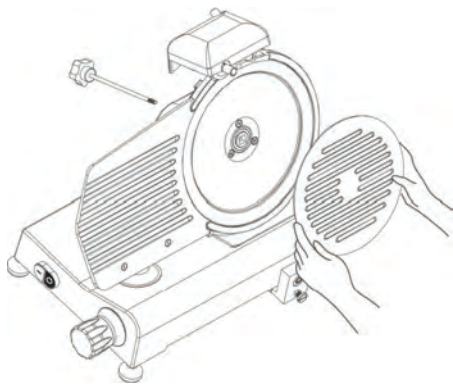

Рис. 4 – Снятие защиты ножа
- Снимите крышку оси, открутив штифт на задней стороне устройства (смотри Рис. 4).